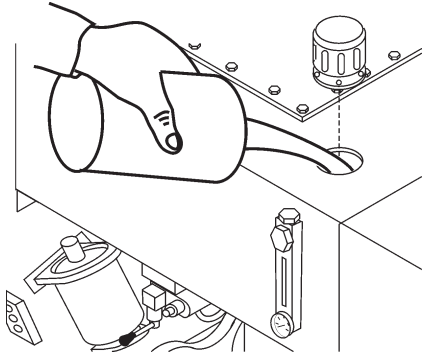

Figura 14. Orificio de llenado del aceite hidráulico
14. Si el nivel de aceite hidráulico esta bajo, retire el tapón hacia arriba de la ventanilla del nivel de aceite (Figura 14) y agregue la cantidad correcta de aceite hidráulico para llegar al nivel y poder operar de manera segura. (Use aceite Shell Tellus 68 ó Mobil ó DFE26).